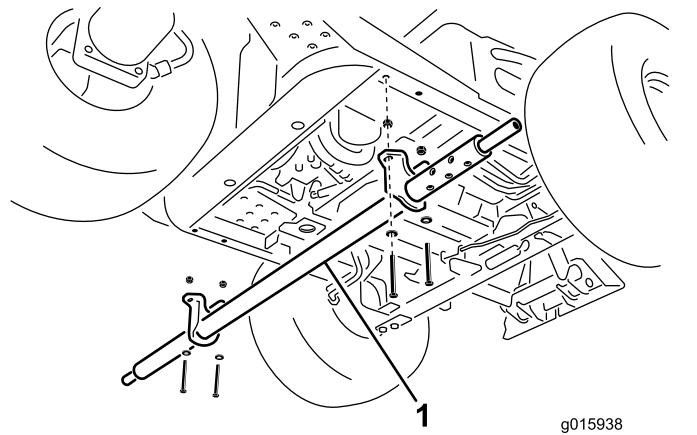

Figure 4
2. Fixez les supports de montage du tube transversal avec 4 vis (3/8 x 3 po), 4 rondelles plates et 4 contre-écrous (3/8 po) ; voir Figure 4.
1. Glissez le tube transversal sous la machine par le côté gauche et alignez les trous du support de montage avec les trous de chaque tube du cadre (Figure 4).